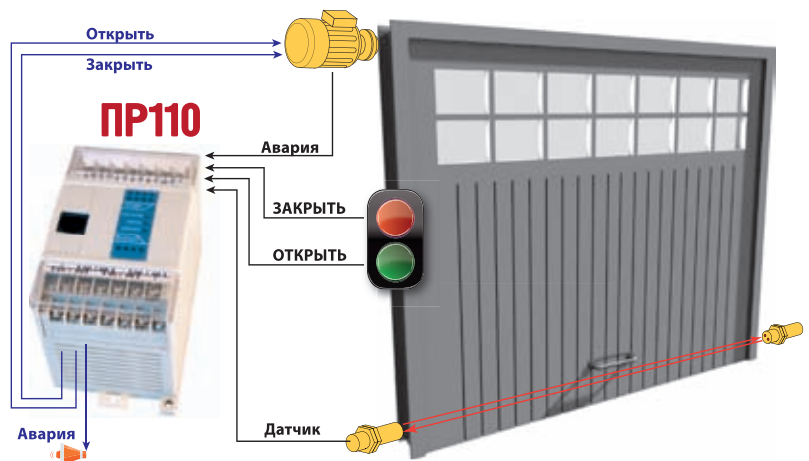

Рис. 4.
- » управление подъемниками, автоматическими воротами (рис. 4), роллставнями, шлагбаумами, системами контроля доступа и т.д.;